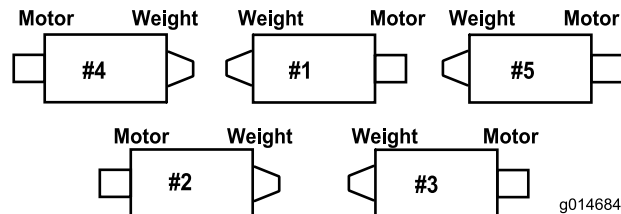
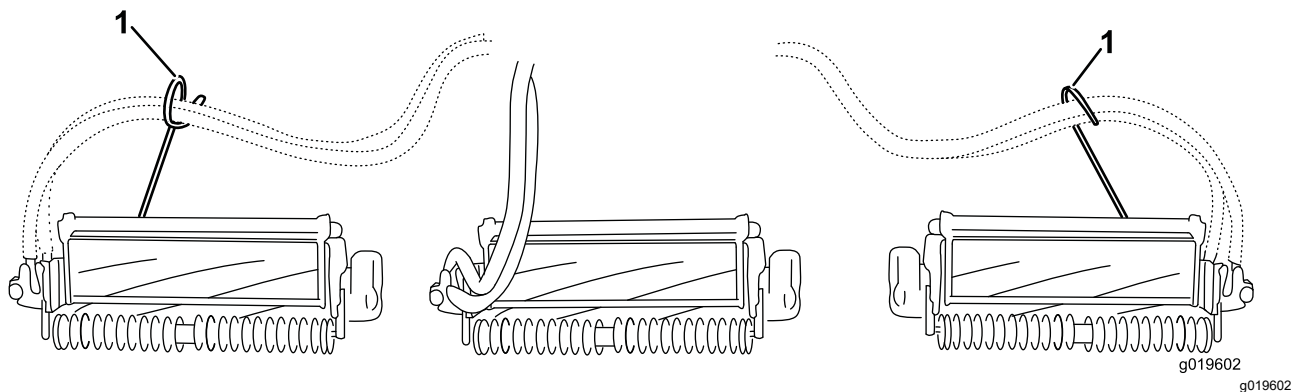
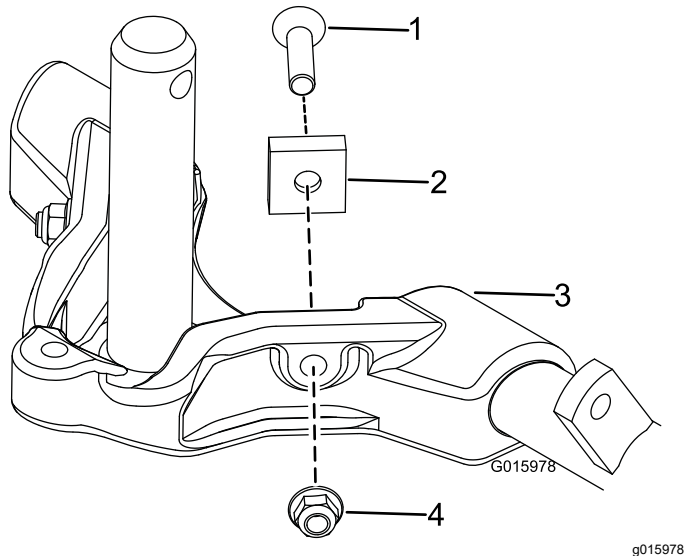

图 12
图 14
图 15
重要事项 在 4 号左前和 5 号右前 滚刀组上用杆支架安装螺母将软管导向架安装到滚刀组凸耳的前面。软管导向架应偏向于中心滚刀组图 12 至 图 14。
6. 拆去后2号和3号滚刀组承载架(图 12)上的2个枢轴隔片、六角头螺丝和凸缘锁紧螺母(图 15)提高后滚刀组的转向力度。